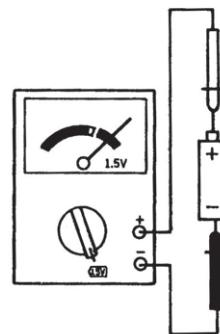

図5-9 1.5V電池の測定
- ① 1.5V電池レンジに〔図5-9〕レンジスイッチを合わせます。
- ② 電池のプラス(+)端子に赤色テスストリードを、マイナス(−)端子に黒色テスストリードを接続します。〔図5-9〕
- ③ 電池の良否の判別は、メーターの指針が電池専用目盛(1.5V)のGOOD(良)の中にあれば、その電池は良好であると判断します。